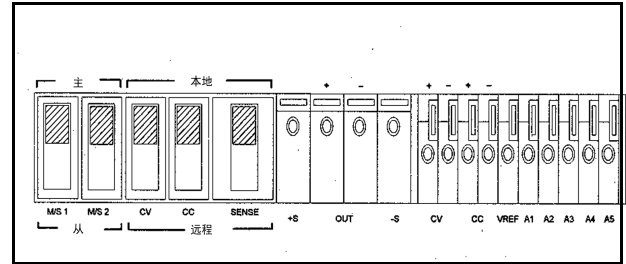

图 4, 用于执行检验的后面板控制器的开关设置
- b. 检查后面板开关设置是否如图 4 中所示。
电源出厂时被配置为本地操作模式。本地操作模式要求后面板的开关设置如图 4 所示。电源提供恒定电压 (CV) 或恒定电流 (CC) 输出。